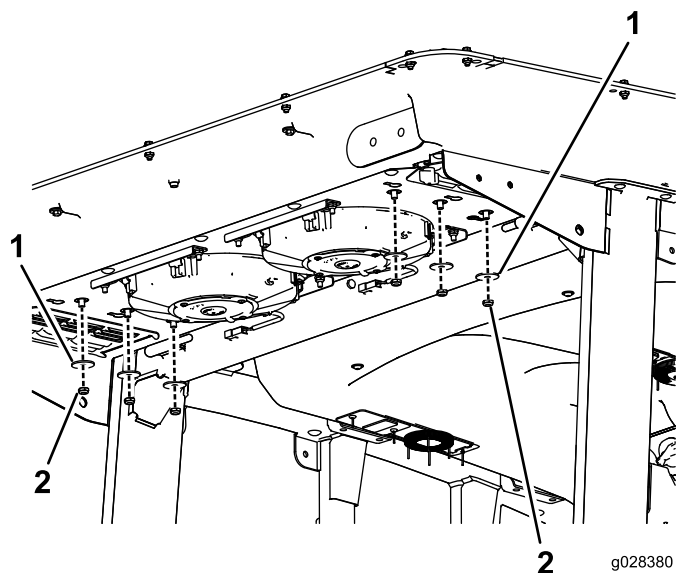

Figure 55
2. Retirez les 6 écrous et rondelles au bas de l'arrière de la cabine (Figure 55).